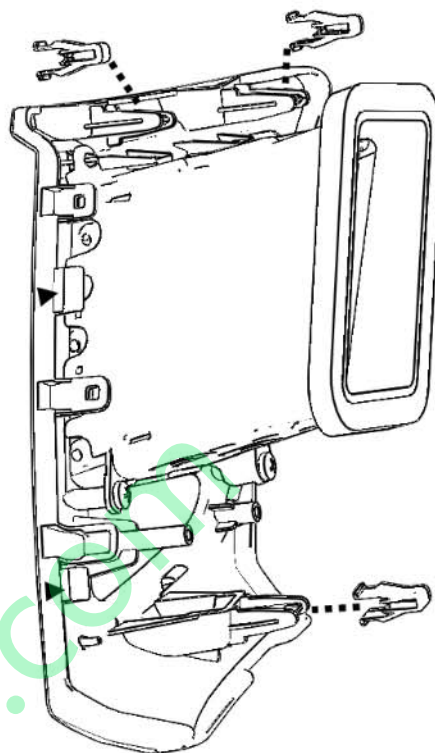

图 1-19 仪表板左/右中风口总成安装结构示意图
(3) 双手分别握住中风口面板上下两边缘，直至图 1-19 中三角所标示的所有卡脚全部拔出；
(4) 将左/右中风口总成提起，拔掉紧急报警开关/附驾安全带报警灯的接插件。